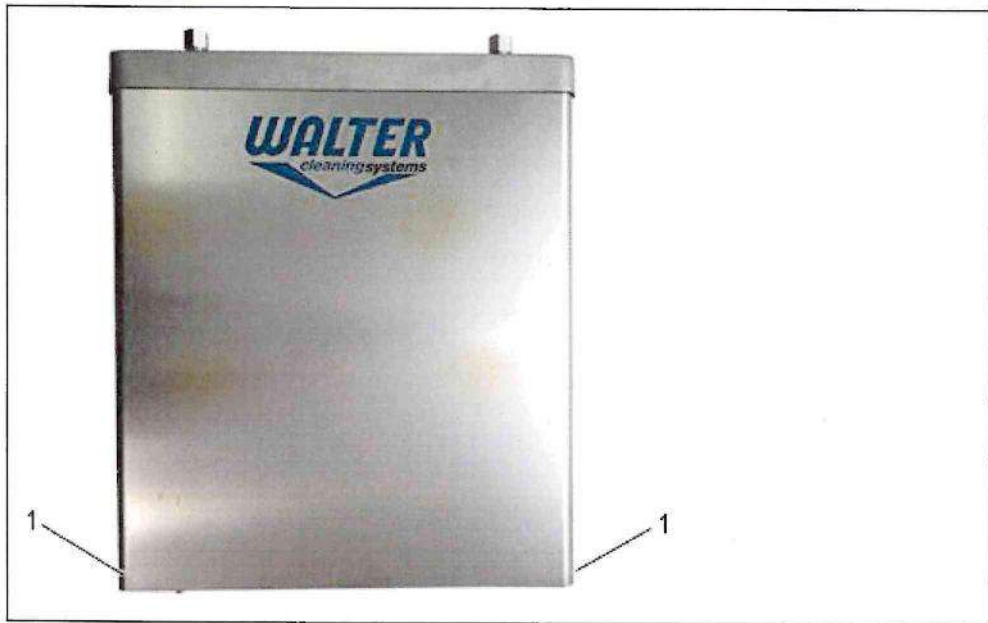

Abbildung 13 Positionen Verschraubungen
14. Verschraubungen der Frontabdeckung des Universalstation Automatik lösen (siehe Abbildung 13).